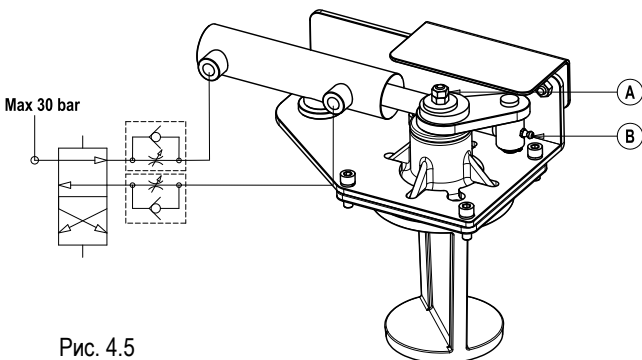

Рис. 4.5
• Пункт для смазки (В) и регулировочная гайка (А) должны быть легко доступны. См. Рис. 4.5.